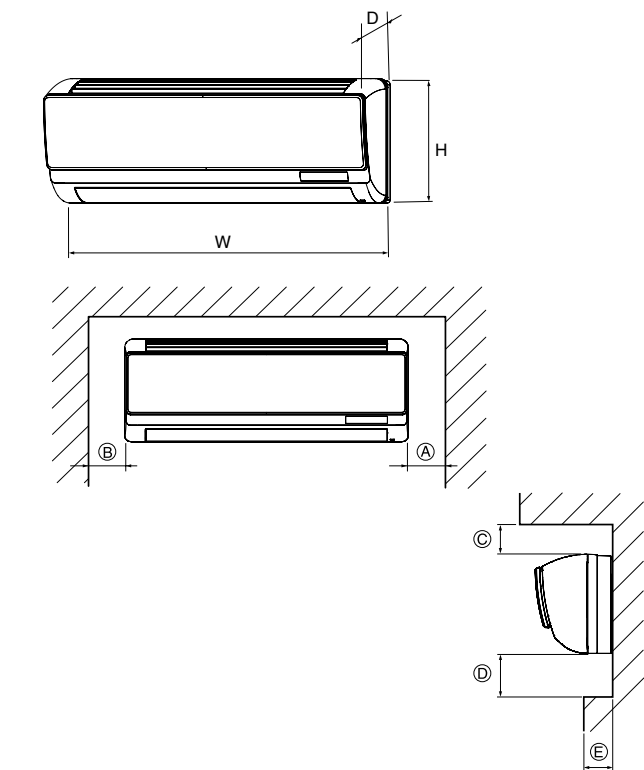

Fig. 2-1
①	Equerre de fixation murale	1	Fixer à l'arrière de l'appareil
②	Vis de fixation 4 × 35	8
③	Matière isolante	1
④	Câble de la commande à distance MA	1	Dans l'emballage
⑤	Câble de récepteur sans fil	1
⑥	Courroie	1
⑦	Attache	1
⑧	Câble	1
2.1. Dimensions externes (Appareil intérieur) (Fig. 2-1) Choisir un emplacement approprié en prenant compte des espaces suivants pour l'installation et l'entretien.